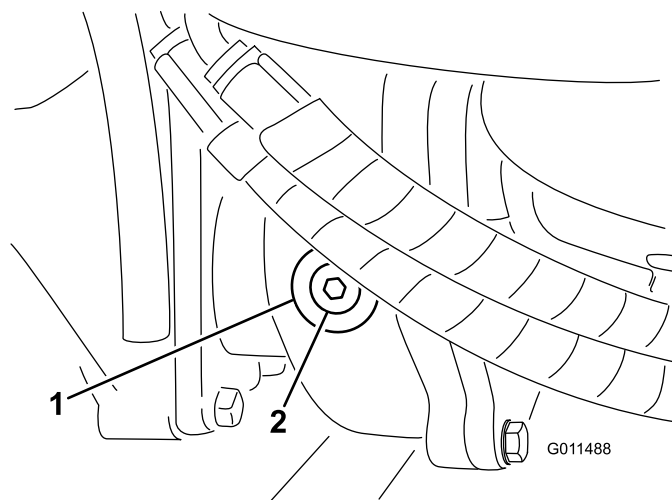

Figure 16
- Enlevez le bouchon de contrôle/remplissage du côté gauche du boîtier d'engrenages (Figure 16) et vérifiez que le lubrifiant atteint la base de l'orifice. Si le niveau est bas, ajoutez suffisamment de lubrifiant pour rectifier le niveau.